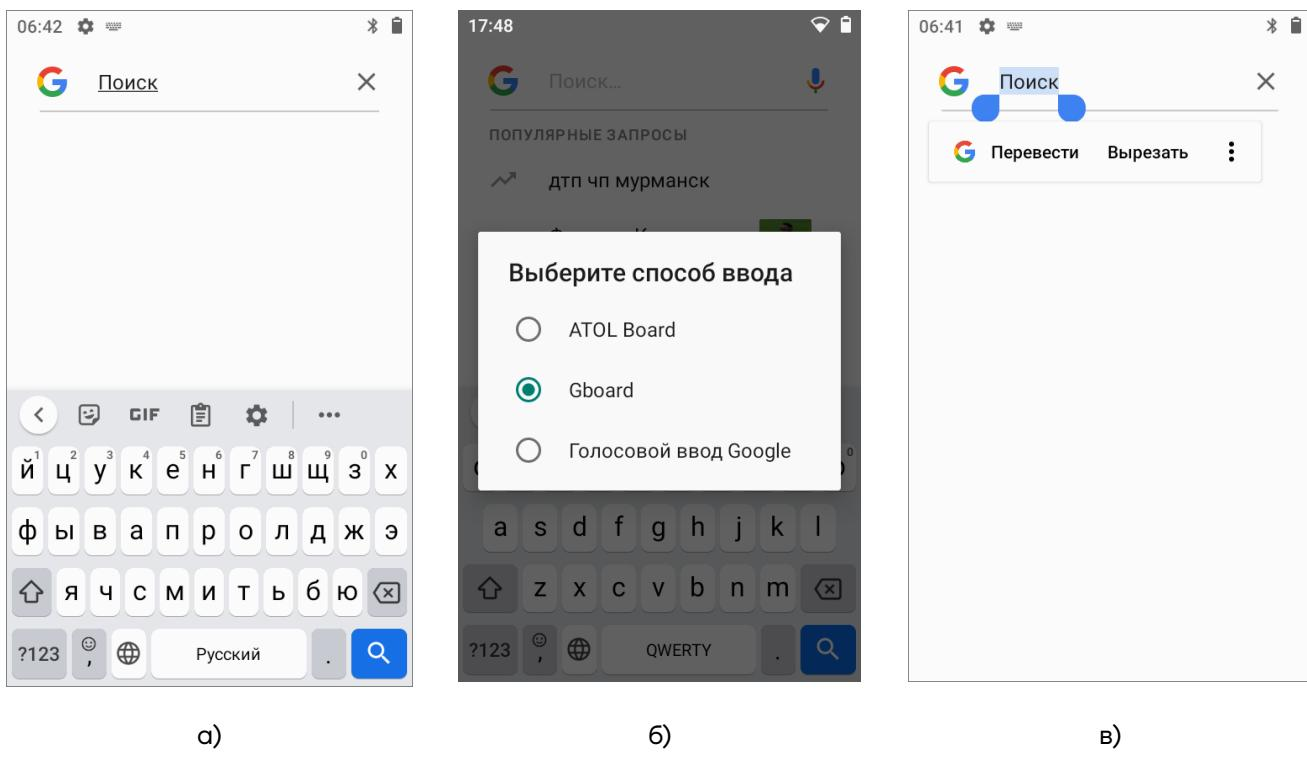

Рисунок 17. Ввод информации:
При нажатии на любое текстовое поле по умолчанию появляется экранная клавиатура (рисунок 17 а).
Переключение на ввод информации через физическую клавиатуру осуществляется через символ  в области уведомлений переключением на **ATOL Board** (рисунок 17 б).
- 2** Удерживаемый участок текста выделится, а на его границах появятся два ограничителя (рисунок 17 в), нажав на которые можно свободно регулировать размер выделенной области текста.